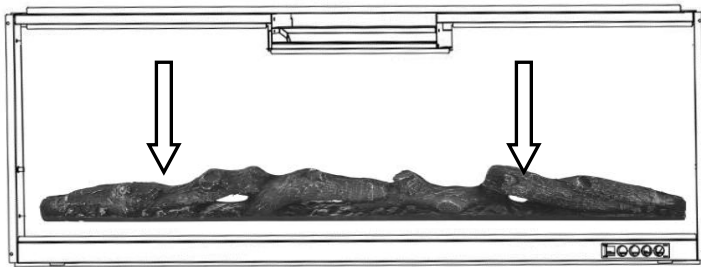

Fig 6-1. (Jeu de logs)
- B.** Retirez le jeu de bûches (**G**) de l'emballage et placez-le à l'endroit prévu pour le foyer. **Fig 6-1**.